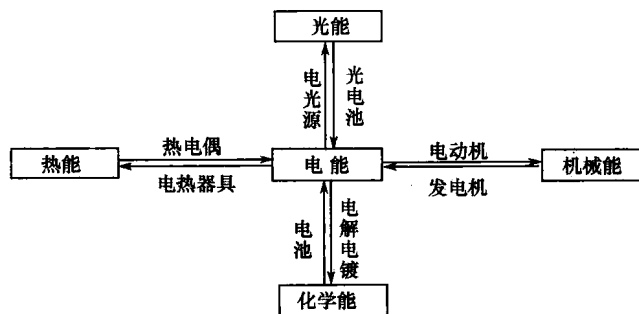

图 1-1 电能与其他形式的能之间可相互直接转换
电能是一种二次能源,它可以由机械能、化学能、光能、热能等直接转换成电能,电能也可以方便地转换成机械能、光能、化学能和热能(图 1-1)。
(1) 电能与多种其他形式的能之间可以方便地相互直接转换。这种转换,不需要其他中间环节(图 1-1)。因此,也就降低了能量转换过程中的各种损耗。
(2) 传输方便 电能的传输,可以通过输电线路完成,不需要车船或管道等输送设备。这种传输方式比其他能源的输送方式损耗小,维修费用低。